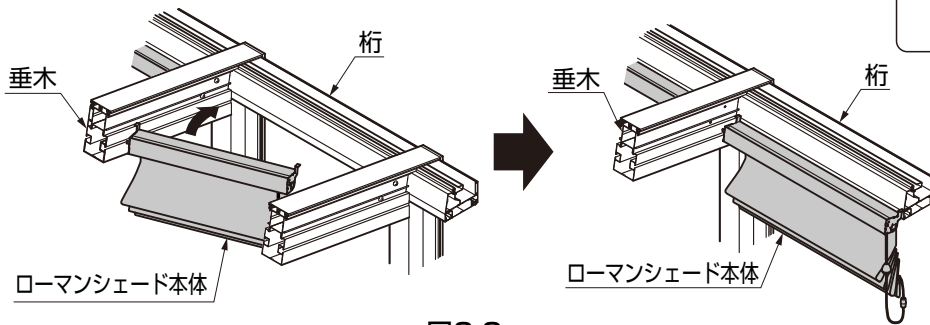

図2-3
- ローマンシェード本体は、斜めに差し込み取付けてください。(図2-3参照)